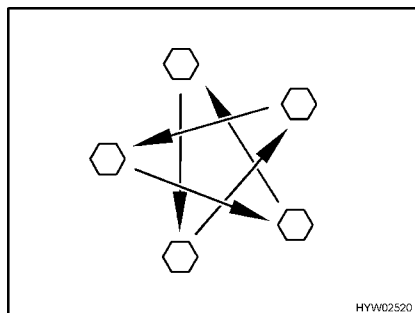

Fig. 300 Serrer en croix les écrous ou les boulons de roue
- Vérifier régulièrement le serrage des écrous ou des boulons de roues. Resserrer tous les écrous ou les boulons de roue 50 km après le changement d'une roue (Fig. 300). Pour les couples de serrage, voir paragraphe 14.5.2.
- Si des jantes neuves ou repeintes sont utilisées, alors resserrer les écrous ou les boulons de roue une fois de plus après env. 1 000 à 5000 km (Fig. 300).
- ▷ Serrer en croix les écrous ou les boulons de roue (Fig. 300).